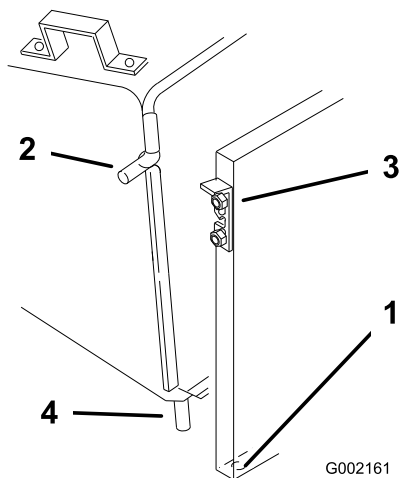

図 13
6. バガーフレームの下側のピンをデッキプレートの穴に取り付ける 図 13。
7. ラッチを持ち上げてフレームのサイドピンを差し込む 図 13。
4. バガーフレームの下側のピンをデッキプレートの穴に取り付ける 図 13。
5. ラッチを持ち上げてフレームのサイドピンを差し込む 図 13。
5. バガーフレームの下側のピンをデッキプレートの穴に取り付ける 図 13。
6. ラッチを持ち上げてフレームのサイドピンを差し込む 図 13。